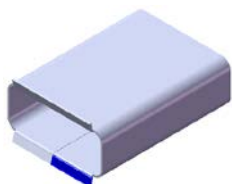
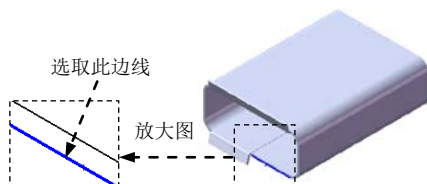

图 10.21 边线—法兰 3
图 10.22 边线法兰的边线
Step5. 创建图 10.21 所示的钣金特征——边线—法兰 3。选取图 10.22 所示的模型边缘为生成的边线法兰的边线，详细操作过程请参照 Step3。